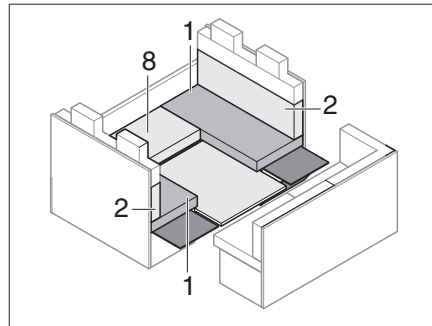

Fig. 193 Durante la transformación
- Quitar el cojín del asiento (Fig. 193,8) y la subestructura.